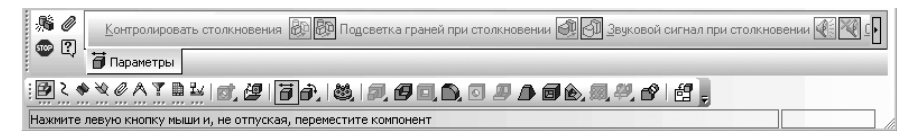

Рис. 6.37. **Панель свойств: Переместить компонент**, **Компактная панель** и **Строка сообщений**
- щелкните в **Компактной** панели по кнопке переключателя **Редактирование сборки**, а затем в панели инструментов по кнопке **Переместить компонент** – кнопке с изображением над кубиком двусторонней стрелки. Указатель мыши примет вид четырехсторонней стрелки . Появится **Панель свойств: Переместить компонент** (рис. 6.37);